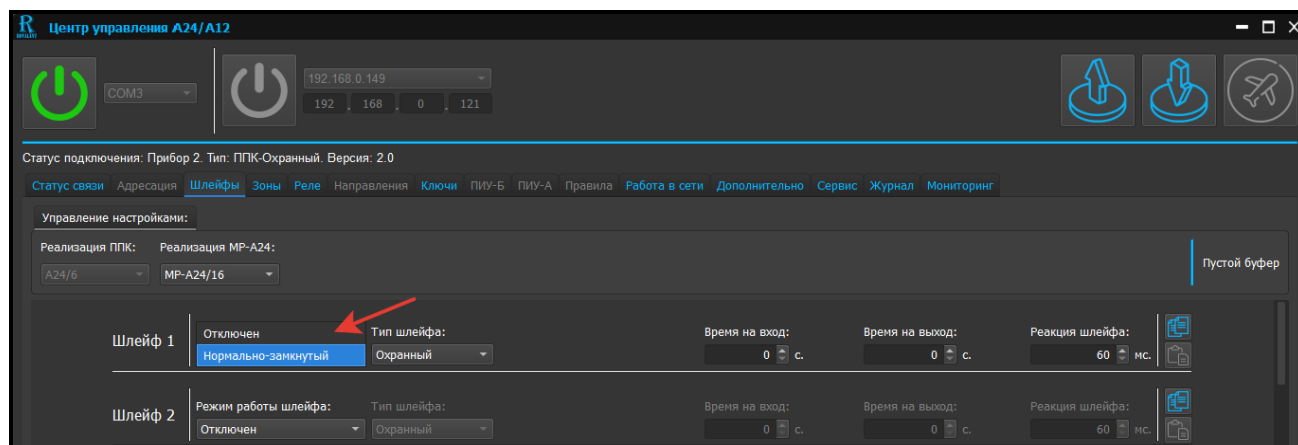

Рис. 17. Скриншот вкладки «Режим работы шлейфа»
4.1.1 Вкладка «Режим работы шлейфа» (см. рисунок 17)